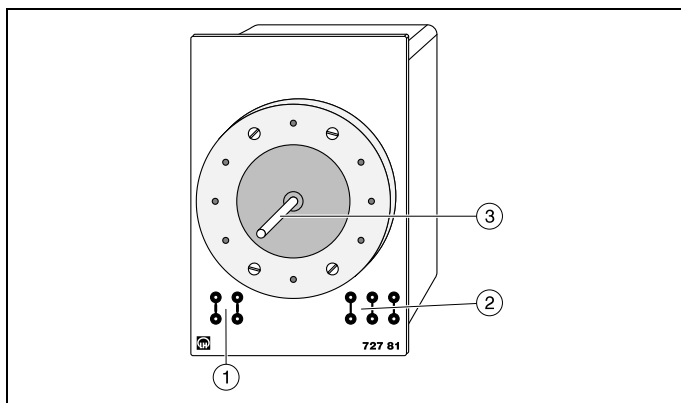

Fig. 3
- Appliquer la tension d'alimentation pour les moteurs à courant continu et alternatif seulement par les douilles d'alimentation ① (fig. 3) de l'unité de base pour machine.
Les perturbations par les crêtes de tension survenant aux inductances (rotors bobinés avec collecteurs) sont limitées dans un premier temps par des diodes de suppression (22 V) bipolaires montées en parallèle. Les autres composantes d'énergie haute fréquence sont absorbées par un filtre aux douilles d'alimentation ① (voir fig. 3) de l'unité de base pour machine, filtre qui est prévu pour les montages avec moteurs. Du reste, la tension d'alimentation doit être limitée à 10 V.
- Aplicar la tensión de alimentación para los motores de corriente continua y los de corriente alterna sólo a través de los clavijeros de alimentación ① (Fig. 3) de la máquina básica.
Estas señales parasitarias que se presentan como picos de tensión en las inductividades (rotores de bobina con colectores) pueden ser mantenidas bajo cierto límite si se integra diodos supresores bipolares conectados en paralelo (22 V). Las componentes parásitas de más alta frecuencia son absorbidas por un filtro instalado en los clavijeros de alimentación ①, destinados para el montaje del motor (ver Fig. 3) de la máquina básica. Adicionalmente, la tensión de alimentación deberá ser limitada a 10 V.